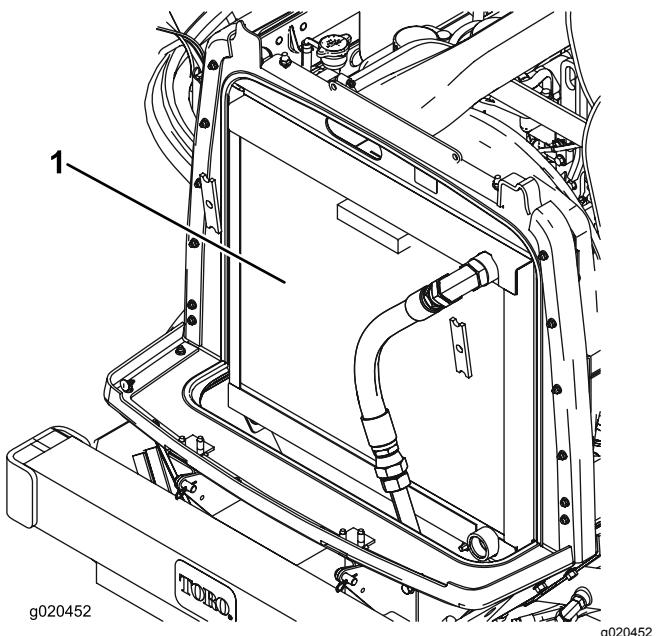

Bild 90
3. Reinigen Sie beide Seiten des Kühlers bzw. Ölkühlers gründlich mit Druckluft (Bild 90).